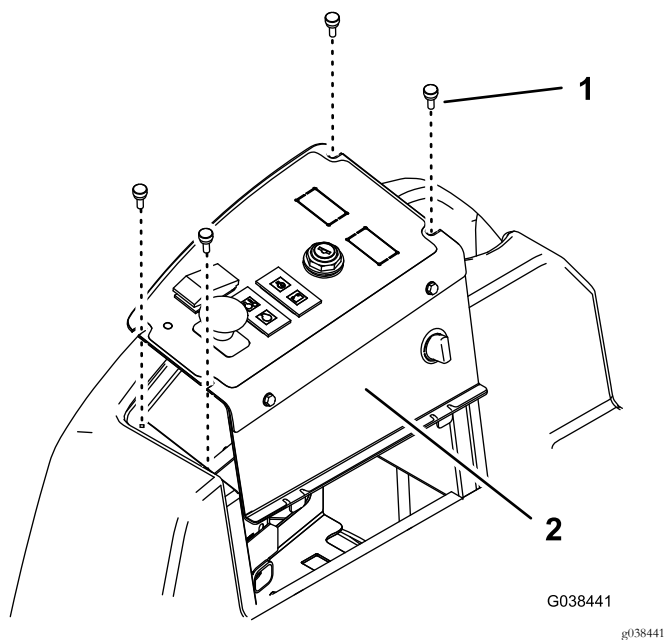

図 10
1. グランドマスター 3280 と 3320 では、コントロールを固定しているつまみねじ4本を外してコントロールパネルを外して取り付け作業を行います 図 10。